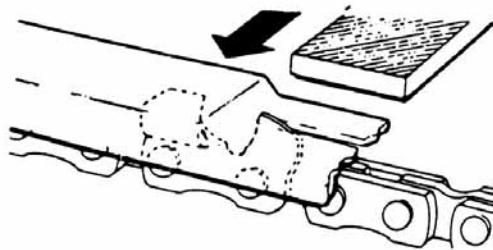

Fig. 4-3
- 3) Placer la jauge de contrôle sur le maillon-gouge. Si le limiteur de profondeur dépasse de la jauge, le mettre à niveau par rapport à la partie supérieure de la jauge de contrôle. Toujours limer de l'intérieur de la chaîne vers un maillon-gouge extérieur (Fig. 4-3).